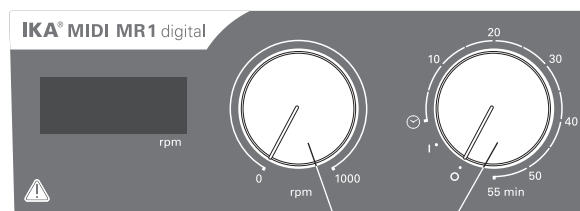

Fig. 3
- ☞ Za vklop naprave vrtljivi gumb »On/Off« in »Timer« (**B**, glejte **Fig. 3**) premaknite v smeri urinega kazalca na položaj »1«.
- ☞ Za vklop naprave vrtljivi gumb »On/Off« in »Timer« (**B**, glejte **Fig. 3**) premaknite v smeri urinega kazalca prek položaja »0«.
- ☞ Število vrtljajev motorja nastavite z vrtljivim gumbom »Speed« (**C**, glejte **Fig. 3**). Pri napravah **MIDI MR 1 digital** lahko število vrtljajev motorja nastavite od 0 do 1000 obratov na minuto (rpm) in pri napravi **MAXI MR1 digital** 0 do 600 obratov na minuto (rpm).